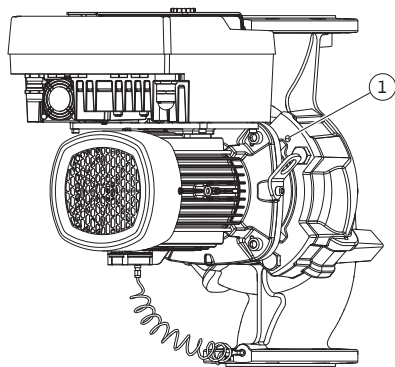

Fig. 11: Insteekset er via draadboringen af-drukken (afhankelijk van het pomptype)
5. Maak de insteekset (zie Fig. 4) los van het pomphuis. Afhankelijk van het pomptype (zie Fig. I ... III) zijn er diverse benaderingen: maak bij pomptype Fig. I de schroeven pos. 29 los. Druk de insteekset van het pomphuis af. Gebruik hiervoor bij pomptype Fig. II en Fig. III de twee draadboringen (Fig. 11, pos. 1). Gebruik hiervoor geschikte bouten (bijv. M10 x 25 mm, niet inbegrepen).
5. Druk de insteekset (zie Fig. 4) van het pomphuis af. Gebruik daarvoor de twee draadboringen (zie Fig. 11). Draai M10-schroeven met een geschikte lengte in de draadboringen om de zitting los te maken.
7. Maak de twee onverliesbare schroeven aan het beschermplaatje (Fig. II, pos. 27) los en verwijder het beschermplaatje.
8. Steek een moersleutel sleutelwijdte 27 mm in het lantaarnvenster en houd de as aan de sleutelvlakken vast (Fig. II, pos. 16). Draai de waaiermoer (Fig. II, pos. 22) eruit. Verwijder de waaier (Fig. II, pos. 21) met een aftrekker van de as.
9. Draai de schroef (Fig. II, pos. 10) los om het fixatieplaatje van de verschildruksensor (Fig. I, pos. 13) los te maken van de motorflens. Laat de verschildruksensor (Fig. I, pos. 8) met fixatieplaatje (Fig. I, pos. 13) aan de drukmeetleidingen (Fig. I, pos. 7) hangen. Koppel de aansluitkabel van de verschildruksensor in de elektronicamodule los.
10. Maak de bouten (Fig. II, pos. 10 en pos. 10a) los.
11. Maak het lantaarnstuk met een tweearmige aftrekker (universele aftrekker) los van de motorcentrering en trek dit van de as. De mechanische afdichting (Fig. I, pos. 25) wordt dan tegelijk verwijderd. Vermijden dat het lantaarnstuk kantelt.
12. Als de mechanische afdichting is beschadigd, druk dan de tegenring (Fig. I, pos. 26) van de mechanische afdichting uit de zitting in het lantaarnstuk. Nieuwe tegenring in het lantaarnstuk zetten.